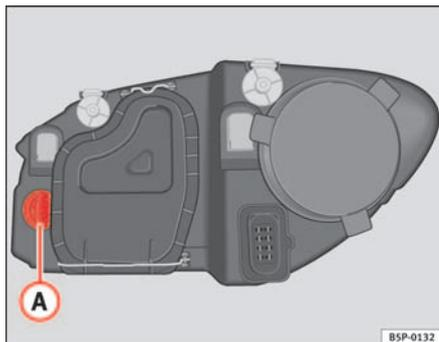

Fig. 174 Lampada luce indicatore di direzione
- Ruotare il portalampade ⇒ fig. 174 (A) verso sinistra e tirare.